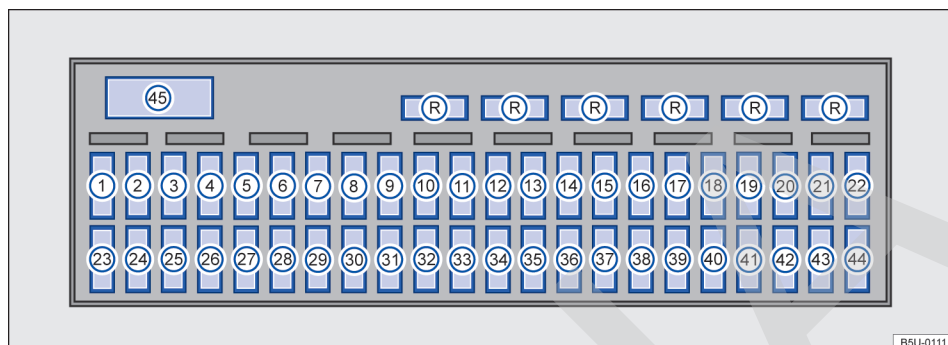

Fig. 160 Caja de fusibles.
Volkswagen recomienda mantener siempre en el vehículo algunos fusibles de reserva, los cuales pueden colocarse en la parte superior de la caja de fusibles → fig. 160 (R) (como, por ejemplo, fusibles de 5 A, 10 A, 15 A, 20 A, 25 A y 30 A para vehículos sin aire acondicionado o 40 A para vehículos con aire acondicionado).